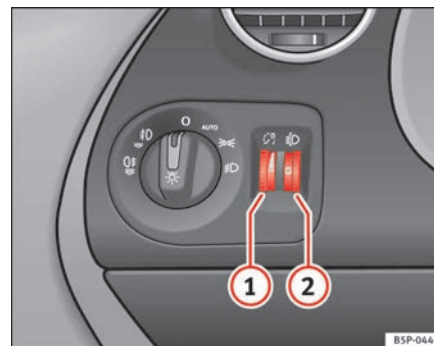

Abb. 74 Instrumententafel: Regler für die Instrumenten-/Schalterbeleuchtung und Leuchtweitenregulierung
Bei eingeschaltetem Licht lässt sich die Helligkeit der Instrumenten- und Schalterbeleuchtung durch Drehen des Rändelrades ⇒ Abb. 74 ① stufenlos regulieren.